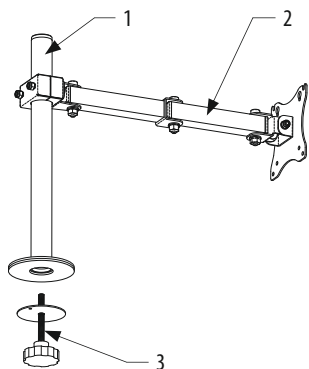

Рисунок 1. Внешний вид кронштейна ATLANT S121
- 4.2 Внешний вид кронштейна показан на рис.1.